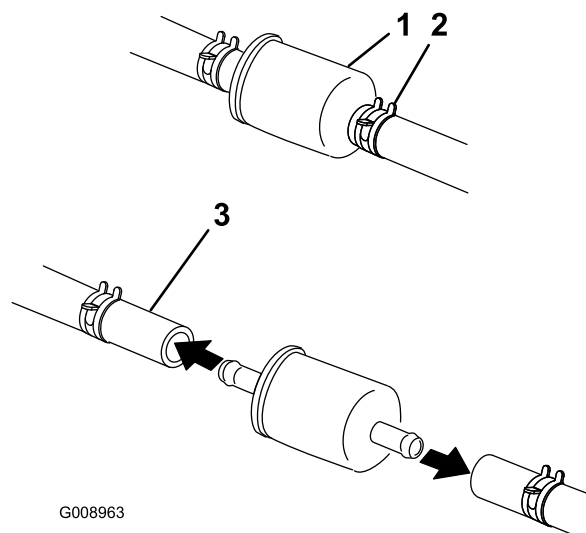

Figura 55
5. Cierre la válvula de cierre de combustible, situada debajo del asiento (Figura 55).
6. Apriete los extremos de las abrazaderas y deslícelas por la manguera alejándolas del filtro (Figura 55).
8. Instale un filtro nuevo y acerque las abrazaderas al filtro (Figura 55).